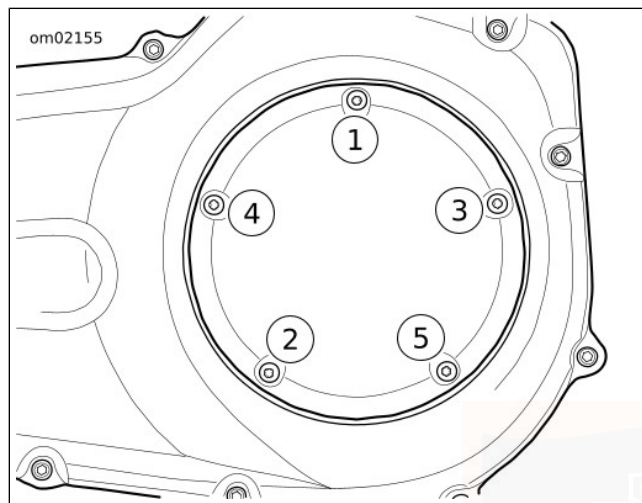

Figura 73. Sequenza di serraggio del coperchio della frizione
- c. Fissare il coperchio (2) di accesso alla frizione con viti e rondelle prigioniere (3).
- d. Vedere Figura 73 . Serrare nella sequenza mostrata a una coppia di 9,5–12,2 N·m (84–108 **in-lbs**).